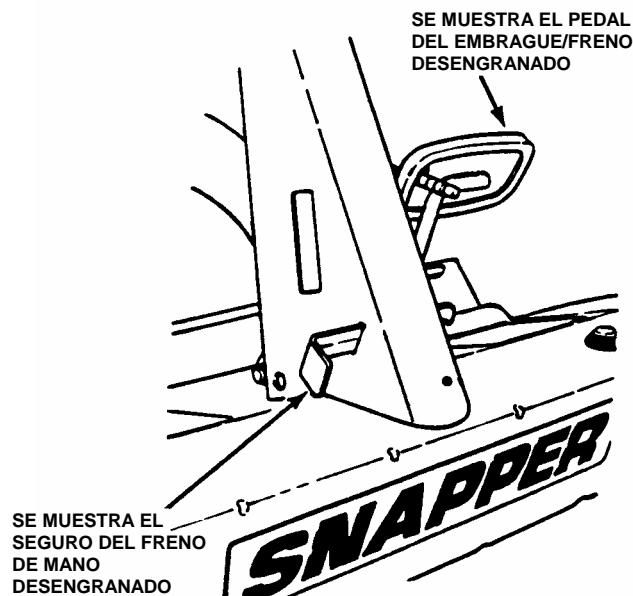

FIGURA 2.17
- Soltar el freno de mano pisando a fondo el pedal del embrague/freno, el seguro del freno de mano se moverá a la posición DESENGRANADO automáticamente. Vea la figura 2.17.